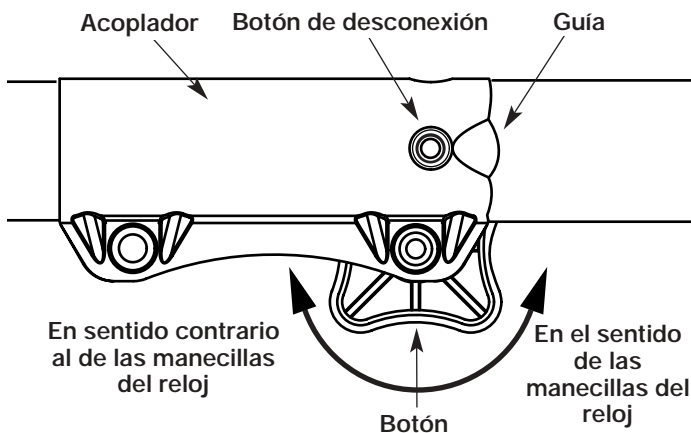

Fig. 7
1. Para aflojarlo, gire el botón en el sentido opuesto al de las manecillas del reloj (Fig. 7).
2. Oprima y sostenga oprimido el botón de liberación (Fig. 7).
1. Apriete el botón girándolo hacia la derecha (Fig. 7).
**NOTA:** La alineación del botón de desconexión con la guía ayuda en la instalación (Fig. 7).